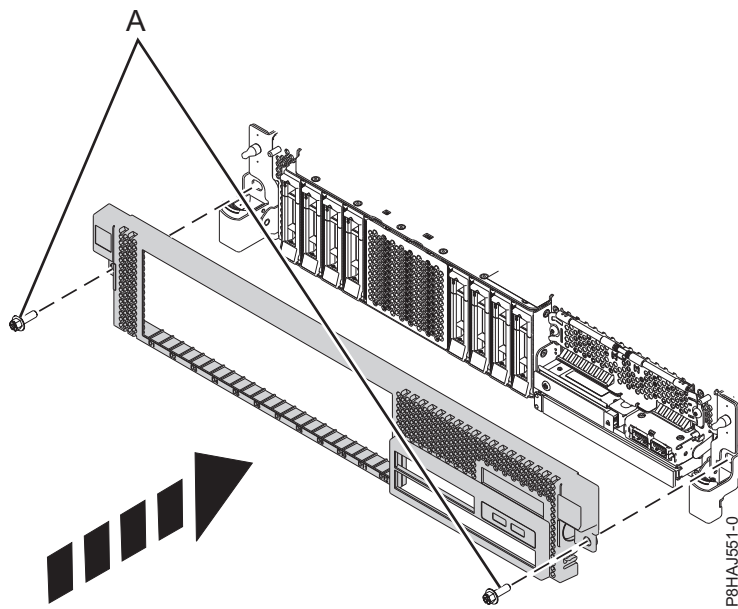

Figura 15. Instalación de la cubierta frontal
3. Cierre los pestillos de liberación empujando en la dirección que se muestra en Figura 15 en la página 38. La cubierta se insertará en su posición y dispone de una hendidura que le permite sujetarla más fácilmente.
4. Sustituya los tornillos de envío (A).